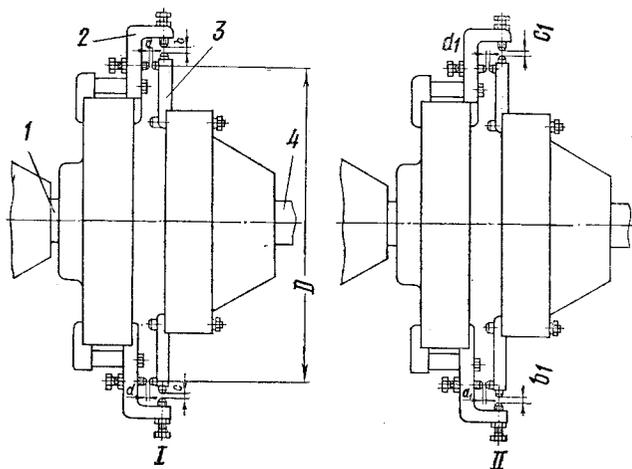

Рис. 97. Схема установки стрел для центрирования вала дизеля с валом агрегата приводимого:
2. Установите на соединительную муфту стрелы 2 и 3 для центрирования дизеля (рис. 97, 1); повернув валы, установите стрелы в вертикальной плоскости.
положения регулировочных болтов, щупом замерьте полученные в новом (см. рис. 97, II) положении зазоры.